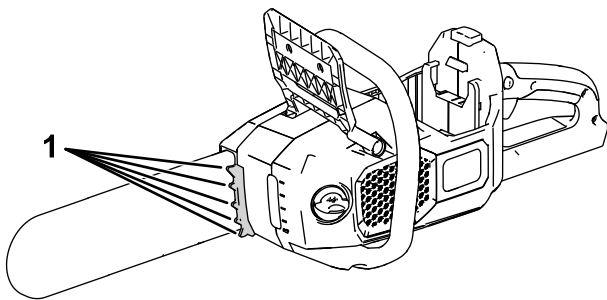

Figure 14
**Remarque:** Vous pouvez utiliser les griffes (Figure 14) pour exercer une légère pression.